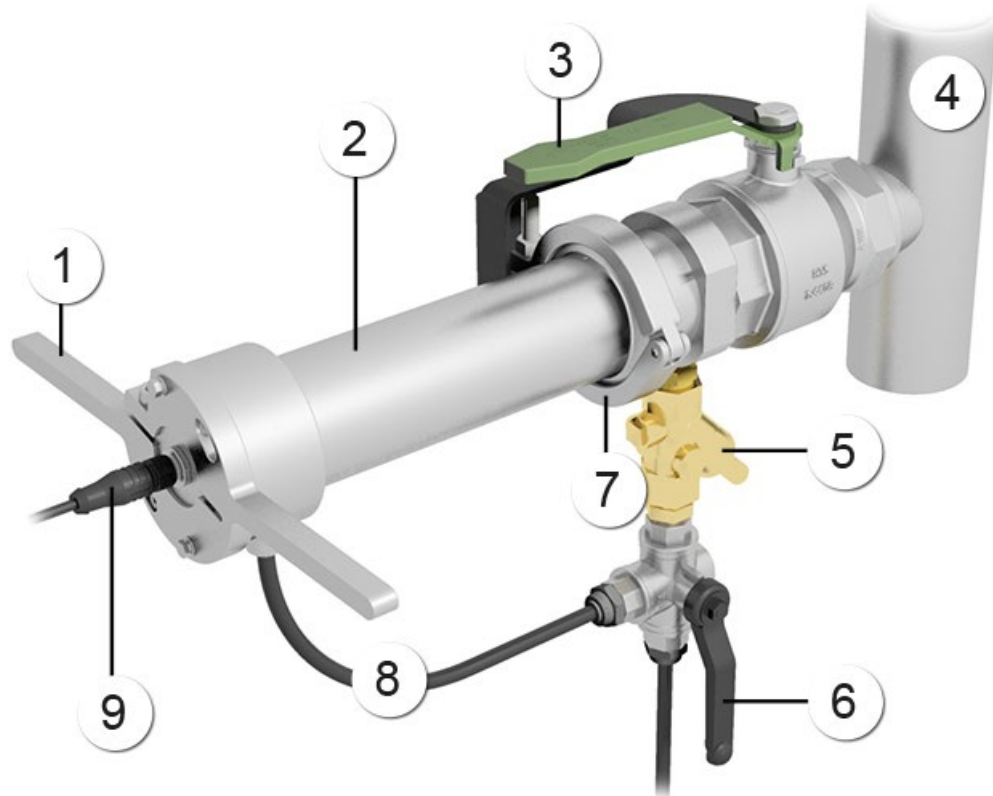

Abbildung 34: Gesamtansicht einer Messstelle mit Wechselarmatur
1.	Sicherstellen, dass der Griff des Umschalthahns nach unten zeigt. (Abbildung 34, Pos. 6).
3.	Den Haltegriff (Abbildung 34, Pos. 1) im Gegenuhrzeigersinn bis an den Anschlag drehen (Pfeil).
4.	<p>⚠ Gefahr durch ausfahrenden Kolben. Vor der Wechselarmatur darf sich keine Person aufhalten. Andernfalls kann es zur Körperverletzungen kommen.</p> <p>Auf die rechte Seite der Wechselarmatur stehen und den Umschalthahn (Abbildung 34, Pos. 6) nach rechts drehen (Pfeil).</p>
6.	Den Absperrhahn (Abbildung 34, Pos. 3) schliessen (Pfeil).
7.	Den Verbindungsschlauch (Abbildung 34, Pos. 8) am Umschalthahn aus der Kupplung entfernen. Der Verbindungsschlauch kann durch Druck auf die Muffe (Pfeil) der Schlauchkuppung entfernt werden.
8.	Tri-Clamp (Abbildung 34, Pos. 7) lösen und dann die Sonde herausziehen (Pfeil).
11.	Tri-Clamp (Abbildung 34, Pos. 7) befestigen (Pfeil). i Der Tri-Clamp muss auf das Positionierungsblech (X) ausgerichtet sein.
12.	Den Verbindungsschlauch (Abbildung 34, Pos. 8) in die Kupplung stecken (Pfeil).
13.	Den Umschalhahn (Abbildung 34, Pos. 6) nach unten drehen (Pfeil).
14.	Den Absperrhahn (Abbildung 34, Pos. 3) öffnen (Pfeil).
15.	Das AquaScat S mit dem Haltegriff (Abbildung 34, Pos. 1) bis an den Anschlag in die Messposition schieben. Dabei müssen die Bohrungen im Haltegriff auf die Schrauben ausgerichtet werden (Pfeile).
16.	Den Haltegriff (Abbildung 34, Pos. 1) im Uhrzeigersinn bis an den Anschlag drehen (Pfeil).